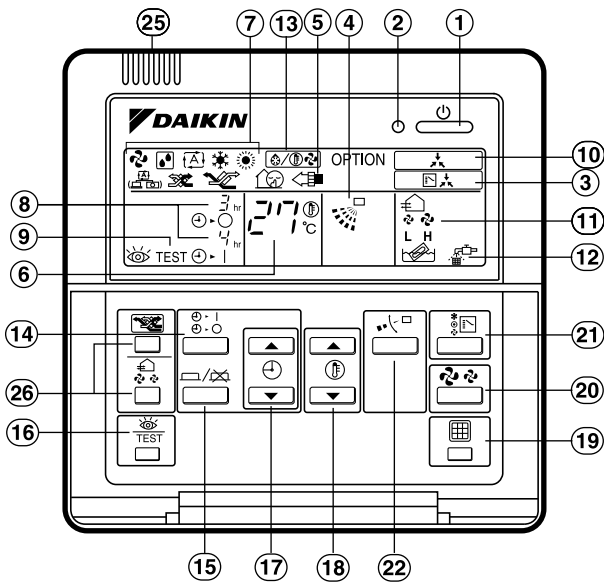

Рис. 1
- На рис. 1 показан пульт дистанционного управления с открытой крышкой.